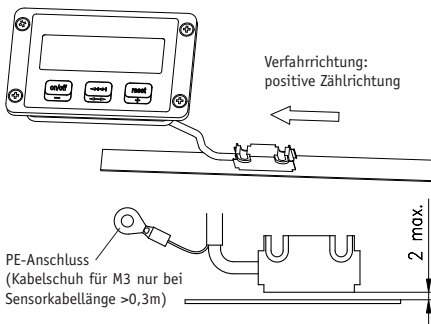

Abb. 3: Montagetoleranzen externer Sensor
- Bei Sensorkabellänge > 0,3m, muss das Anzeigengehäuse und der PE-Anschluss beim Sensor (siehe Abb. 3) ordnungsgemäß geerdet werden!